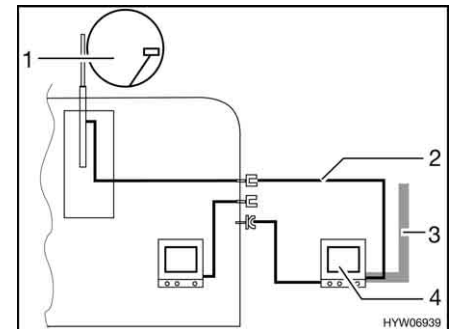

Bild 187 TV i förtältet
- TV i förtältet (Bild 187,4): Anslutning till takantenn (Bild 187,1) med anslutningskabel (Bild 187,2)
- TV i förtältet (Bild 187,4): Anslutning till extern antenn (Bild 187,3)